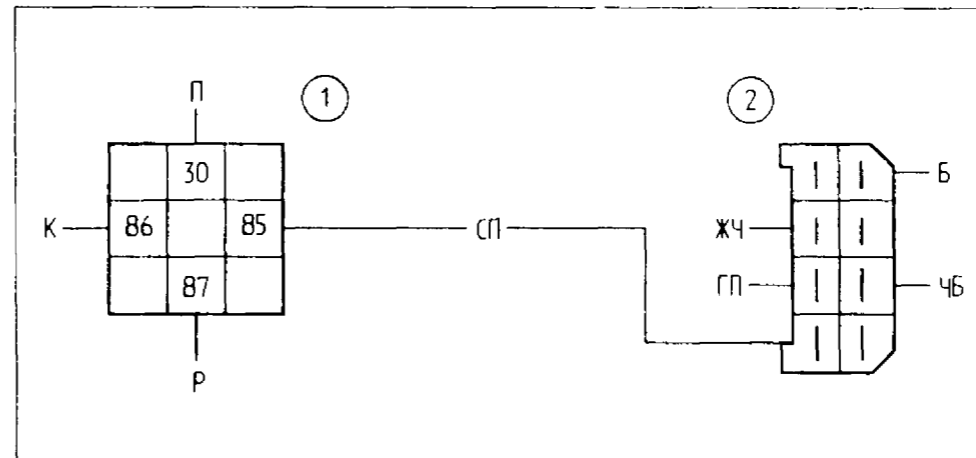

Рис. 3. Цепь системы зажигания в системе впрыска:
1. Серый провод с красной полоской в жгуте системы зажигания, соединяющий штекер "85" колодки 1 (рис. 3) главного реле (реле зажигания) с колодкой 2, подключаемой к жгуту панели приборов и расположенной за вещевого полкой. Главное реле расположено на вещевого полке под панелью приборов.